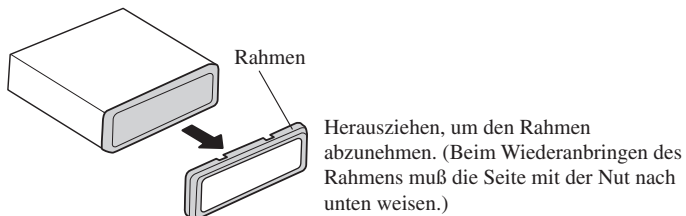

Abb. 11
1. Den Rahmen entfernen. (Abb. 11)